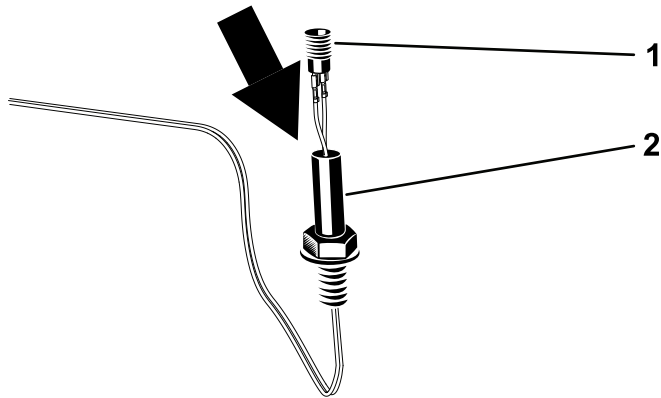

Bild 7
4. Drehen Sie die Rundumleuchtenfassung, um den Rundumleuchtenanschluss in die Rundumleuchtenfassung zu stecken (Bild 7).